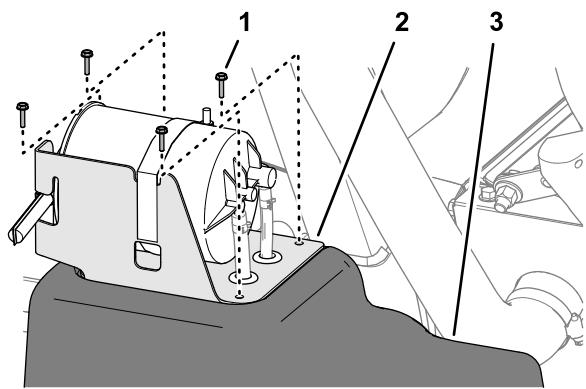

Bild 80
5. Flüchten Sie die Löcher in der Halterung für Aktivkohlefilter mit den Löchern im Kraftstofftank aus (Bild 80).
6. Befestigen Sie die Halterung mit den vier Schrauben (Nr. 10 x $\frac{3}{4}$ ") am Kraftstofftank (Bild 80).